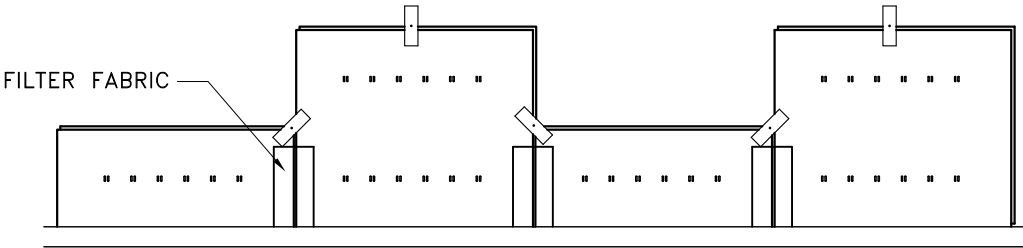

FIGURE 2
H) GLUE THE FILTER CLOTH TO THE BACK FACE OF THE PANELS OVER THE JOINTS. USING NO MORE THAN A 1/4" ADHESIVE BEAD TO HOLD THE FILTER FABRIC TO THE PANEL WHILE BACKFILL IS BEING PLACED. (FIG. 2)